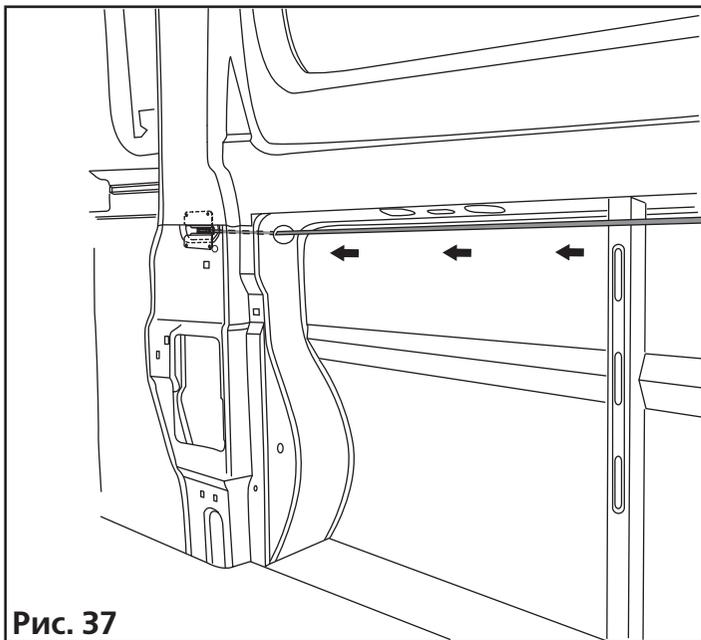

Рис. 37
6. Просуньте трос через отверстие в стойке и через передний ролик выведите трос наружу, рис. 37, 38, 39.